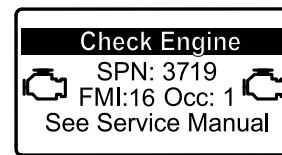

Bild 40
- Wenn eine geparkte Regenerierung erforderlich ist, wird im InfoCenter die Motorwarnung SPN 3719, FMI 16 (Bild 40) angezeigt, und der Computer verringert die Motorleistung auf 85 %.